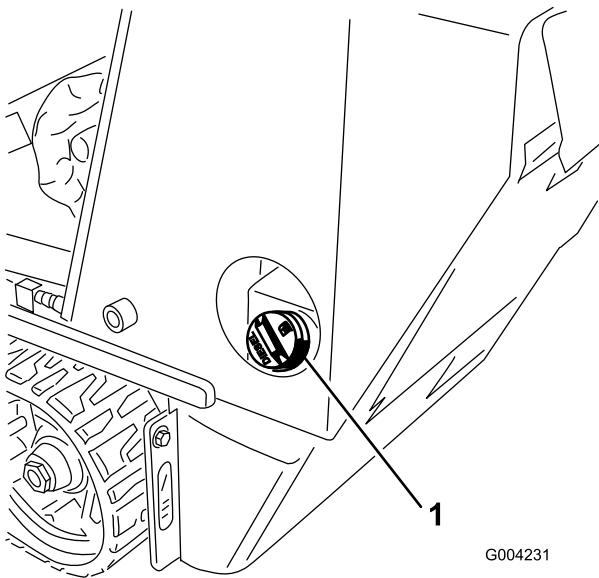

Figure 15
1. Retirez le bouchon du réservoir de carburant (Figure 15).